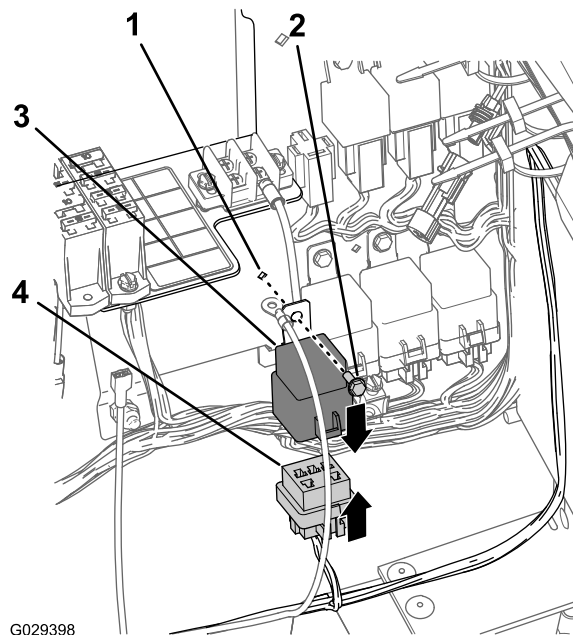

Figura 18
1. Nella diramazione del vano motore da 197 cm del cablaggio preassemblato, allineate il relè al connettore a 5 prese del cablaggio preassemblato per il kit di finitura (Figura 18).
2. Inserite i pin del relè nelle prese del connettore (Figura 18).
3. Allineate il foro nella linguetta di montaggio del relè al foro nel pannello del cablaggio (Figura 18).
4. Fissate il relè al pannello (Figura 18) con il bullone a testa flangiata (n. 10-24 x 1/2 poll.).